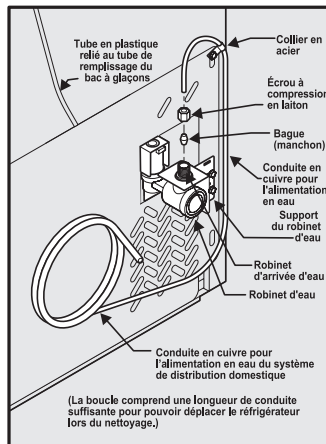

Figure 1
4. **Si vous utilisez des tubes en cuivre** - Glissez l'écrou à compression en cuivre, puis la bague d'extrémité (manchon) sur la conduite d'alimentation en eau. Poussez la conduite d'alimentation en eau dans l'entrée du robinet de prise d'eau aussi loin que possible (6,4 mm / 1/4 po). Glissez la bague d'extrémité (manchon) dans l'entrée du robinet et serrez l'écrou de compression à la main dans le robinet. Serrez d'un autre demi tour avec une clé; NE PAS serrer trop fort. Voir Figure 1.